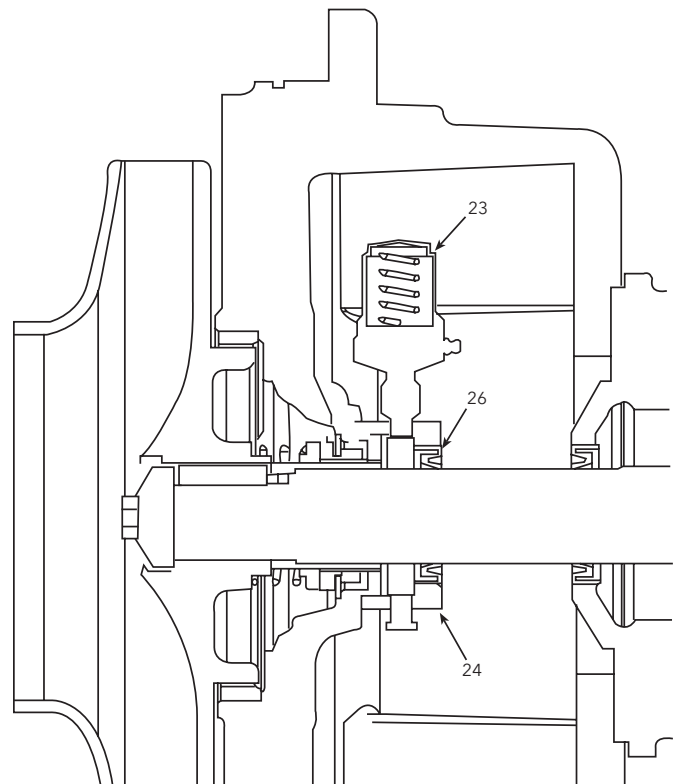

Figure 15
- Dans le cas du lubrificateur à huile, la boîte de lubrification portera la lettre O, placée en haut, et les deux orifices de 1/8 po, NPT, seront montés à l'horizontale pour assurer une bonne lubrification. Le joint à lèvres(s) 26 sera toutefois posé sur la boîte de lubrification en sens inverse par rapport à celui de la figure 15.
- Le lubrificateur à graisse (23) vient avec trois ressorts (argent, rouge et bleu). Le choix du ressort est fonction de la température de service et de la graisse utilisée :